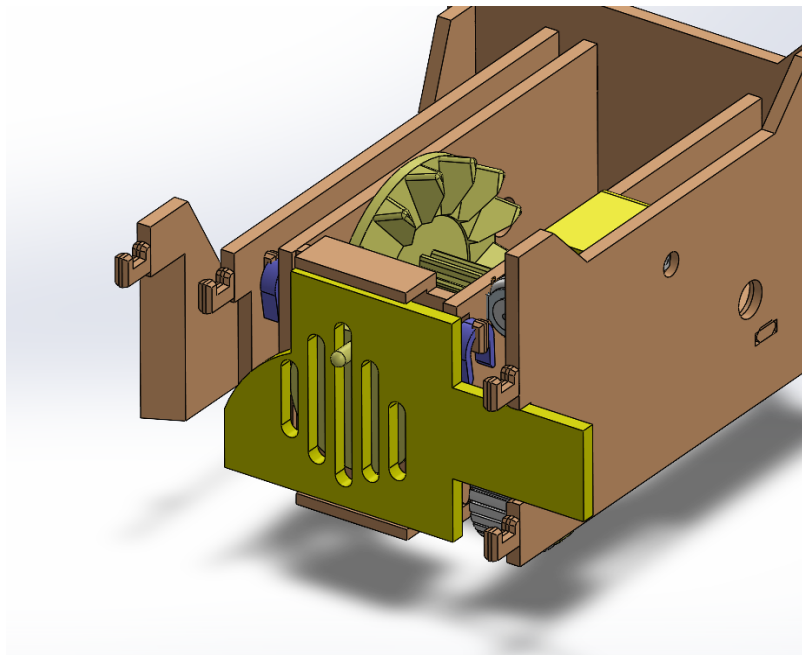

FIGURE 13
ÉTAPE 10: Dans cette étape, nous prenons la pièce numérotée 3, c'est la porte mobile qui pousse les dominos, elle a des lignes verticales dans lesquelles notre doigt mince passe, la plus longue bande de celles-ci, comme on le voit dans la figure 13.